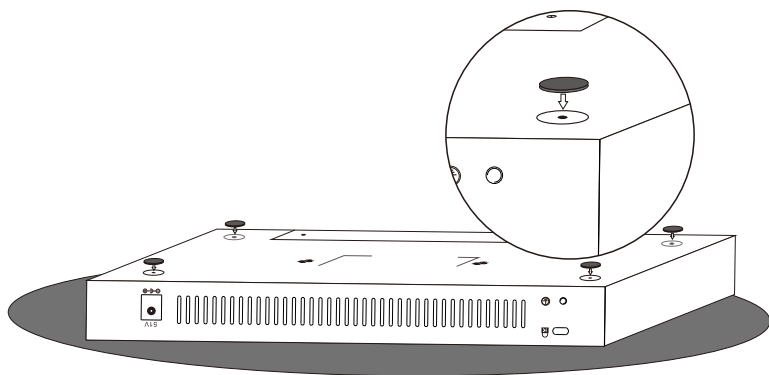

图 2-1 桌面安装示意图
- 步骤 2：**将 4 个脚垫粘贴在机壳底部四角对应的圆形凹槽中，如图 2-1 所示；